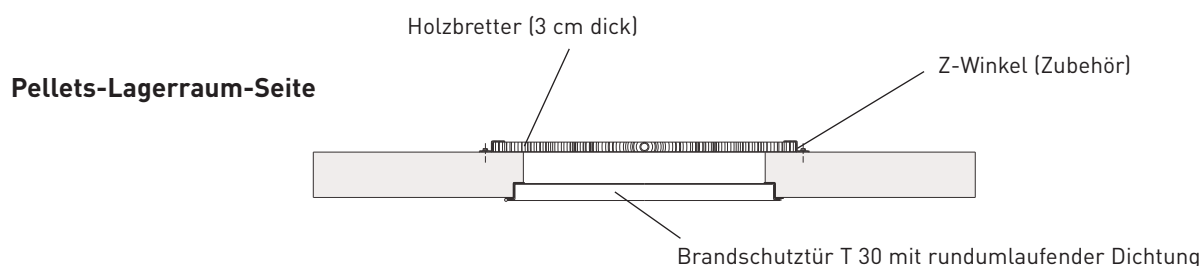

Abb. 5 Lagerraumtür – Draufsicht
- Als Druckentlastung der Tür, damit die Pellets nicht gegen die Tür drücken, müssen Holzplatten in seitliche Profile (Zubehör: Z-Winkel) an der Innenseite der Türöffnung bis ganz nach oben angebracht werden – Abb. 5.